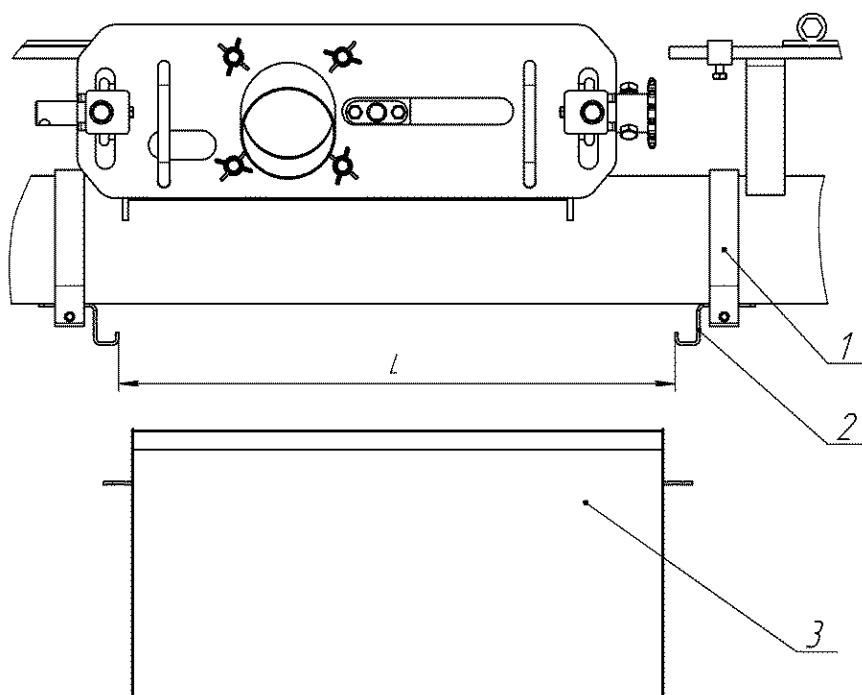

Рис.9 Установка кронштейнов для лотков
4.10. На центральный воздухопровод с помощью хомутов поз.1 рис.9 установить кронштейны поз.2 для съемных лотков поз.3. Расстояние между кронштейнами "L" должно выставляться по лотку.